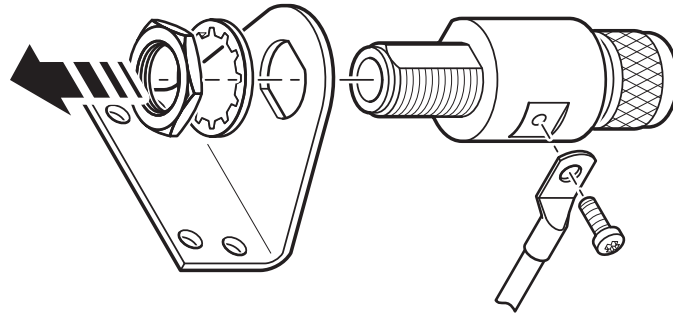

Abbildung 10.1: Montage des MBG S-PRO-Überspannungsschutzes
2. Montieren Sie den MBG S-PRO-Überspannungsschutz am Montagewinkel wie im  **Abb. 10.1** gezeigt. Der MBG S-PRO hat keinen dedizierten Eingang/Ausgang und damit auch keine bevorzugte Einbaulage.